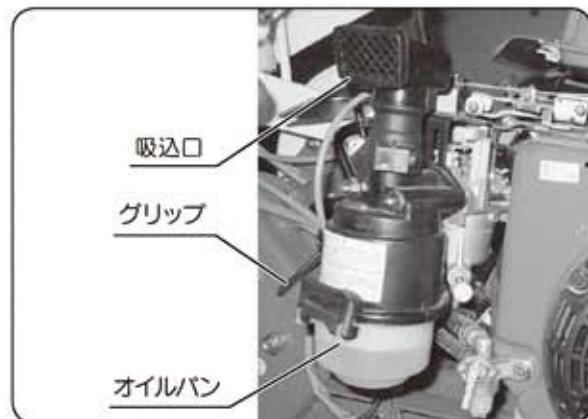

図39
- ① グリップを外し、オイルパン及びエレメントを取り外してください。 (図39)
- ④ エアクリーナの吸込口をホコリの少ない方向（ハンドル側）に向けてください。 (図39)